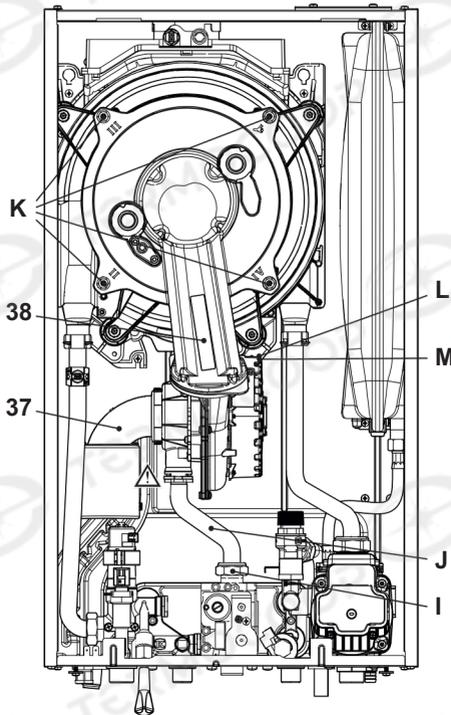
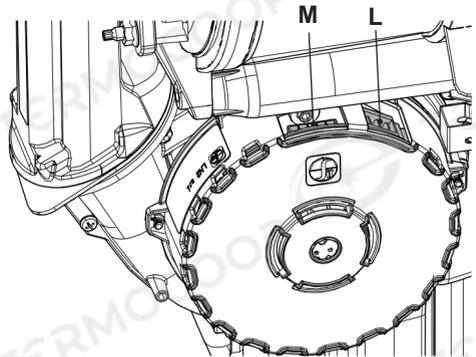

Figura 9.6
Figura 9.7
Rimozione del gruppo bruciatore ventilatore 38 in Figura 9.6.
- Scollegare il silenziatore 37 (Figura 9.6).
- Scollegare il connettore L tirandolo (Figura 9.6 - Figura 9.7).
- Scollegare il connettore del ventilatore M premendo il gancio in plastica posizionato nella parte sottostante del connettore (Figura 9.6 - Figura 9.7).
- Svitare i dadi K e rimuovere il gruppo bruciatore ventilatore 38 (Figura 9.6).